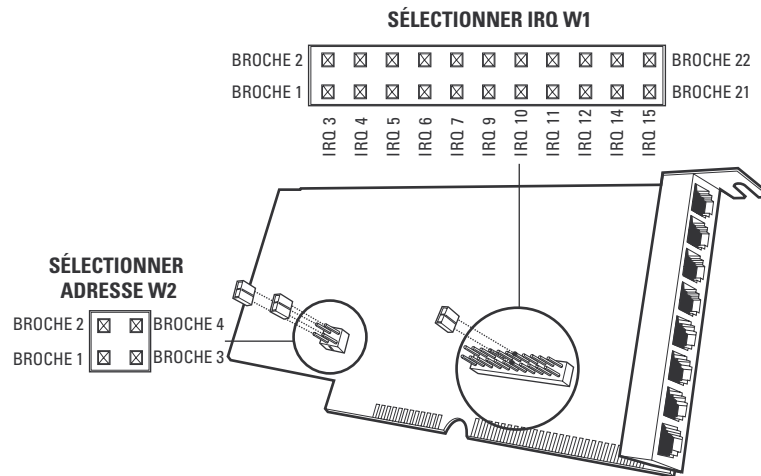

Figure 49. Affectation des cavaliers de la carte SER
3. Réglez les cavaliers d'interruption (IRQ) W1 et de sélection d'adresse W2 de la carte SER. Reportez-vous à la Figure 49.